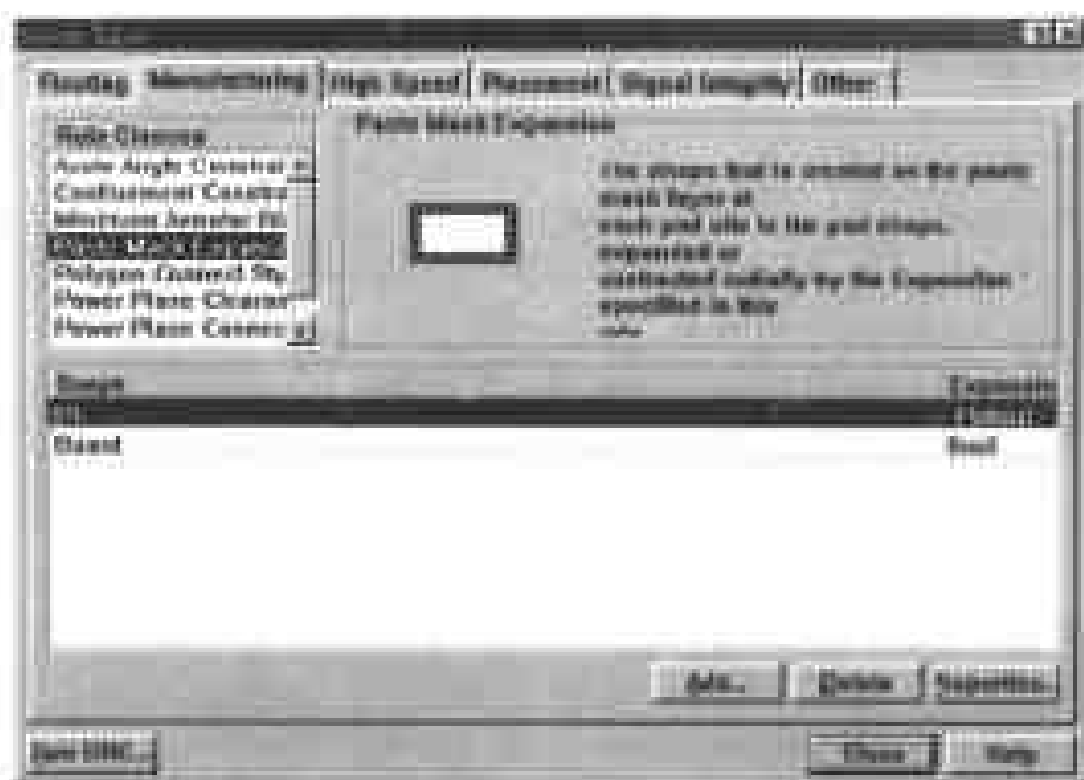

图 9-22 选择 Polygon Mask Expansion
(1) 选择 Design > Rules, 在弹出的 Design Rules 对话框中单击 Manufacturing 标签, 然后在对话框中的 Rule Classes 列表框中单击 Paste Mask Expansion, 此时对话框如图 9-22 所示。